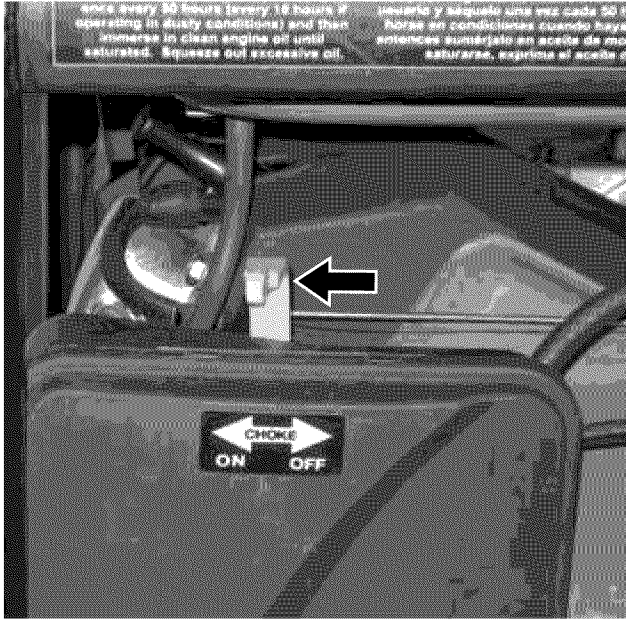

Figura 28 – Palanca del cebador
- Mueva la palanca del cebador a la posición **ON (encendido)** (vea la Figura 28).